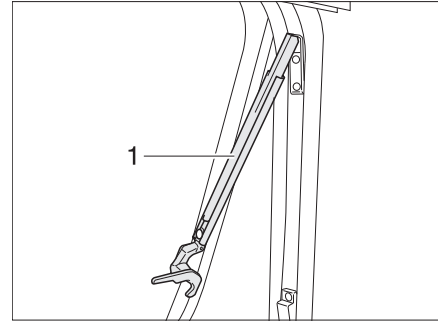

Bild 38 Ausstellfenster mit Automatik-Ausstellern, geöffnet
- Ausstellfenster bis zur gewünschten Raststellung öffnen. Der Automatik-Aussteller (Bild 38,1) rastet selbstständig ein.